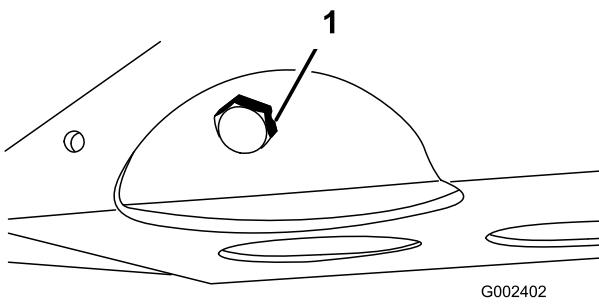

Figura 44
- Togliete il tappo di spurgo e lasciate defluire l'olio in una bacinella (Figura 44).